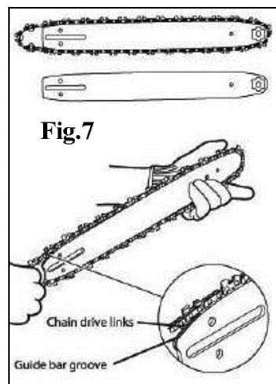

Fig.7
3. Встановіть пильний ланцюг у паз направляючої шини (див. мал. 7 / Fig. 7).